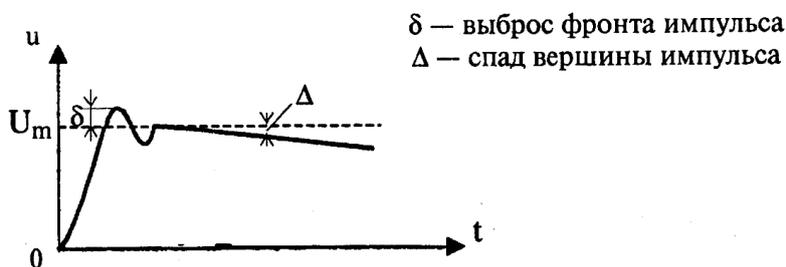

Рис. 10. Переходная характеристика усилителя
**Переходная характеристика усилителя** – это зависимость выходного сигнала (тока, напряжения) от времени при скачкообразном входном воздействии (рис. 10). Частотная, фазовая и переходная характеристики усилителя однозначно связаны друг с другом.